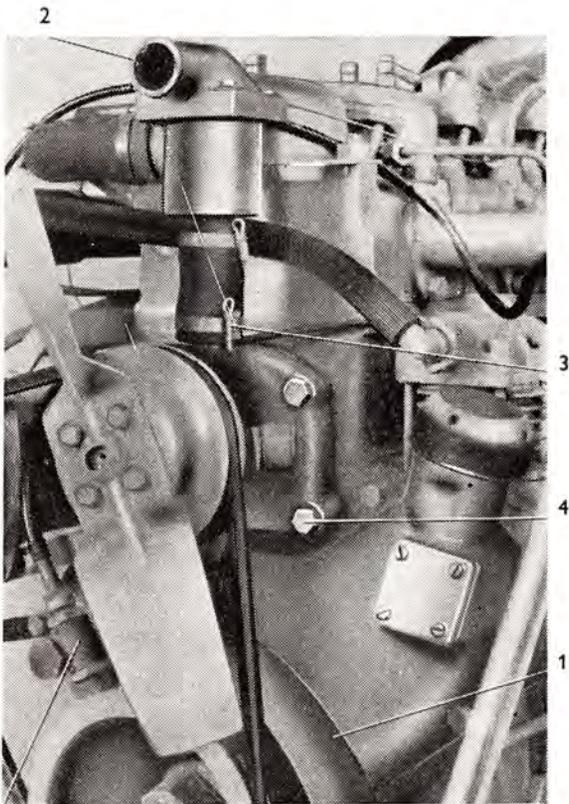
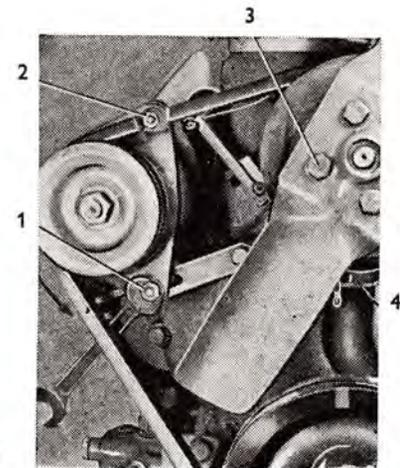

Abb. 8
Abb. 9
3. Die Mutter an der Lichtmaschinenstrebe (Abb. 9/1) und die Muttern (Abb. 9/2) am Lichtmaschinenhalter sind zu lockern. Die Lichtmaschine ist in Pfeilrichtung zu neigen, wodurch der Keilriemen gelöst wird.
4. Vier Schrauben M 8×18 (Abb. 9/3), welche den Lüfter und den Keilriemen halten, sind auszuschauben; die Riemenscheibe ist von der Wasserpumpennabe abzunehmen.
5. Die Spange (Abb. 8/3) des Gummischlauches, welcher den Körper der Wasserpumpe mit dem Wärmereglerkörper verbindet und die Spange des Gummi-Saugrohres, welches den Wasserpumpenkörper mit dem Kühler (Abb. 9/4) verbindet, sind zu lösen. Der Schlauch ist vom Wasserpumpengehäuse abziehen.
6. Vier Schrauben M 10 (Abb. 8/4), die das Wasserpumpengehäuse an den Kurbelkasten befestigen, sind auszuschauben, wodurch auch die Führung des Dekompressors gelöst wird.